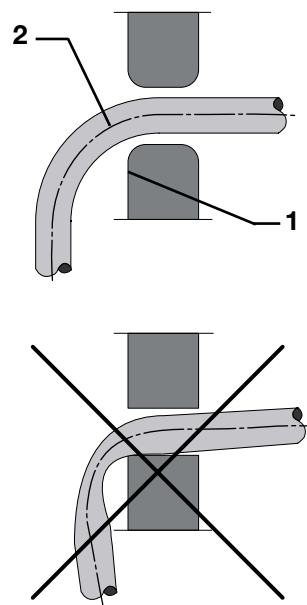

Figura 14: Montaggio dei tubi flessibili per l'idraulica
8.5 Le condutture flessibili per l'idraulica e i raccordi (figura 14)